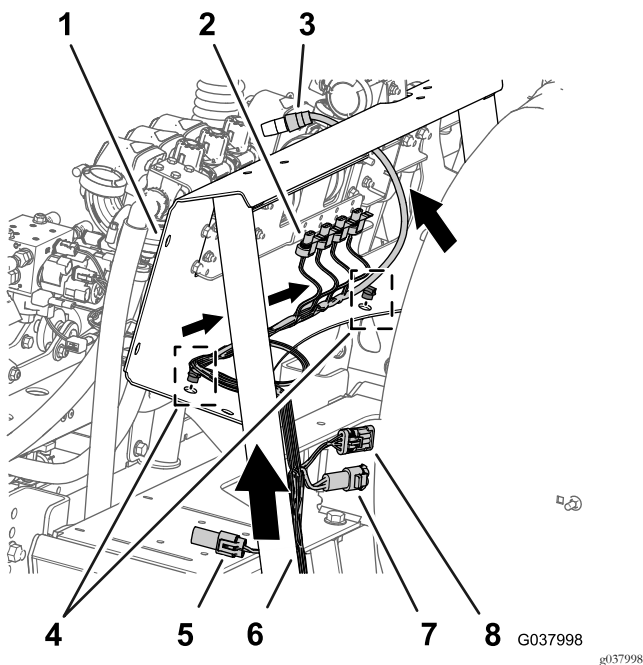

Figura 112
- Disponete la diramazione da 76 cm (30 poll.) del cablaggio preassemblato all'interno del montante di supporto per il supporto della valvola e indietro verso le valvole di sezione delle barre e la valvola dell'agitatore, come illustrato nella Figura 112.
- Inserite i dispositivi di fissaggio a spinta della diramazione da 76 cm (30 poll.) nei fori della flangia inferiore del supporto del collettore (Figura 112).